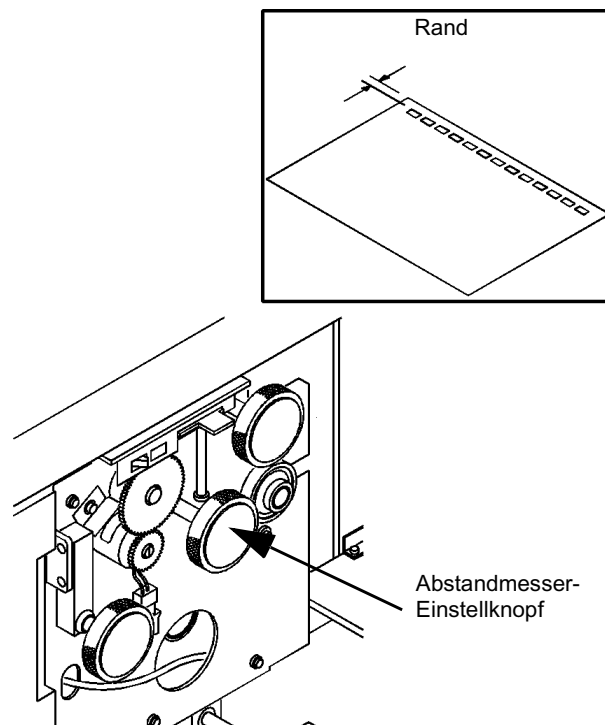

Abbildung 2-9: Einrichten des Abstandmessers
- 4 Stellen Sie mit dem Abstandmesser-Einstellknopf den Rand richtig ein, wie in Abbildung 2-9 gezeigt. Gehen Sie wie folgt vor: